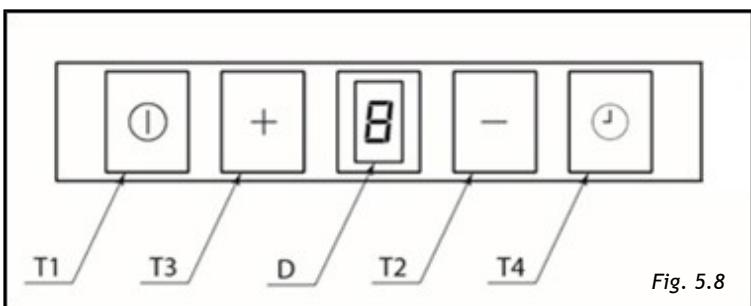

Fig. 5.8
Beröringsreglagen sitter fram till på utsuget och består av fyra (4) knappar och en central display (Fig. 5.8).